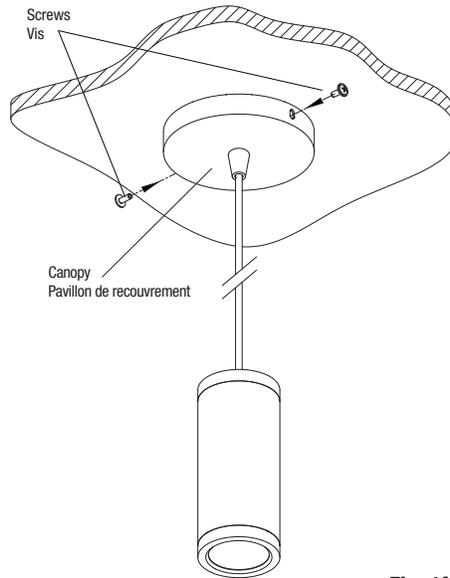
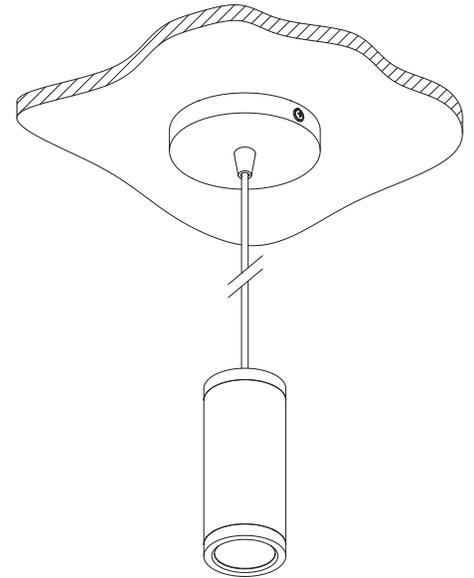

Fig. 1f
Fig. 1g
8. Install the canopy of luminaire on the ceiling Universal Spider Adaptor Plate by using the two side screws (Fig. 1f and Fig. 1g).
8. Installer le pavillon de recouvrement du luminaire sur la plaque adaptateur à débouchures universelles du plafond à l'aide des deux vis latérales (Fig. 1f et Fig. 1g).